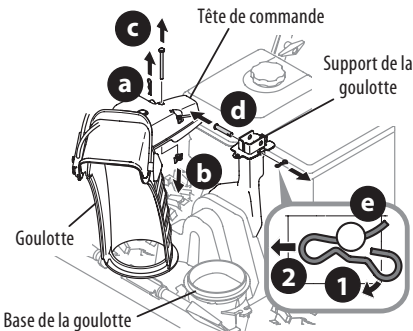

Figure 19
1. Retirez la goupille fendue (a), l'écrou papillon (ou l'écrou autobloquant, si fourni) (b) et le boulon (c) sur la tête de commande de la goulotte, puis retirez l'axe de chape (d) et la goupille fendue (e) du support de la goulotte. Voir Figure 19.